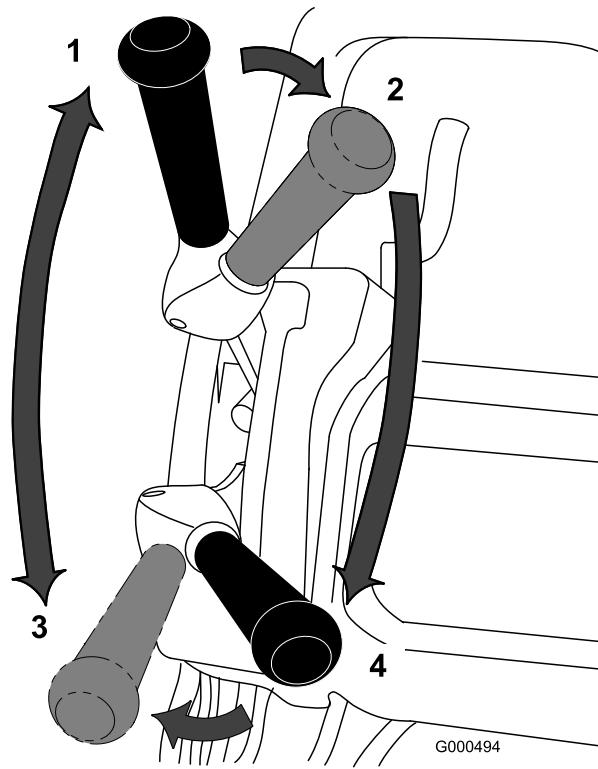

Figure 23
3. Amenez le levier de commande de déplacement à la position POINT MORT et le levier de commande du cylindre à la position DÉSENGAGÉE (Figure 23).
4. Amenez le levier de commande de déplacement en position AVANT et le levier de commande du cylindre en position ENGAGÉE (Figure 23), augmentez le régime moteur jusqu'à ce que la machine se déplace à la vitesse voulue, puis conduisez la machine jusqu'au green, abaissez l'unité de coupe au sol et commencez à tondre.
1. Démarrez le moteur, réduisez le régime moteur, appuyez sur le guidon pour lever l'unité de coupe, appuyez sur la commande de présence de l'utilisateur, amenez les leviers de commande de déplacement et d'engagement du cylindre en position AVANT (transport) et transportez la machine à la lisière du green (Figure 23).
2. Placez le levier à la position POINT MORT (Figure 23).